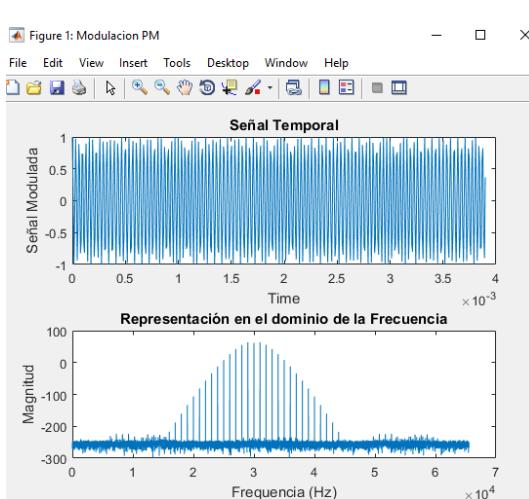

Figura 8: Modulación PM multitone
3. En relación al punto 2, haga un barrido de tonos de 1,5 y 10 utilizando una desviación de fase de 45° . En la figura 8 se muestra lo que se debe obtener tras configurar varios tonos (e.g usando 5 tonos y una desviación de fase de $\frac{\pi}{4}$ ó 45°). **NOTA:** Documente las señales temporales y espetrales obtenidas, segun las desviaciones de fase y cantidad de tonos.